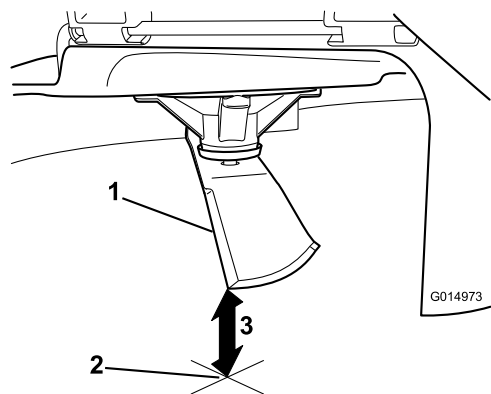

Рисунок 77
5. Измерьте расстояние от конца ножа до плоской поверхности (Рисунок 77).